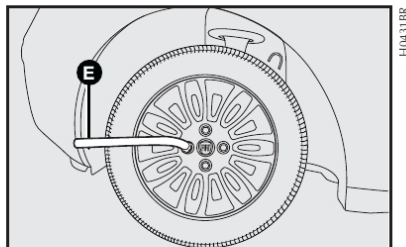

fig. 16
- Apertar os parafusos utilizando a chave de roda específica **E-fig. 16**.